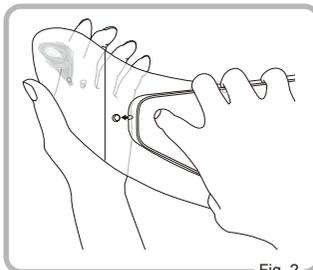

Fig. 2
- 2 Come mostrato nella Fig. 2, tirare la visiera nella direzione della freccia premendo contemporaneamente il pulsante di rilascio sulla stessa. Un lato della visiera è completamente sganciato.
- ② Posizionare il meccanismo della visiera nell'alloggio sul lato del casco e allineare i fori di montaggio sul meccanismo della visiera con i fori di montaggio sul casco (Fig. 2).
② Afferrare saldamente il centro del guanciale e tirare per rimuoverlo. (Fig. 2)